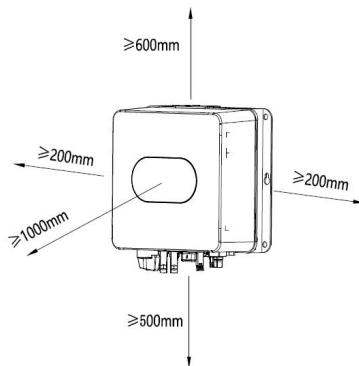

图 4.4 逆变器安装间距
- (2) 安装地点周围有足够的预留空间，便于逆变器拆装与空气对流。如图 4.4 所示；
(3) 安装多台逆变器时，需要在逆变器之间预留一定的间距，左右间距如图 4.4 所示，同时逆变器上下部分均需留出足够的距离，以便确保其散热良好。